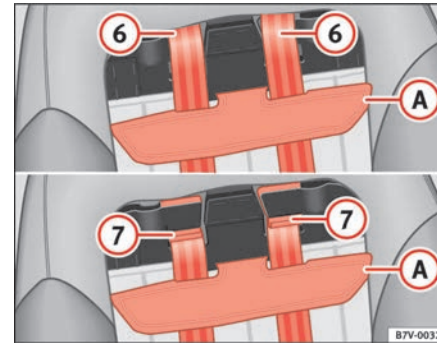

Abb. 36 Integrierter Kindersitz: Verstellung der Hosenträgergurte
- Ziehen Sie die Auflage im oberen Bereich ⇒ Abb. 36 (A) vom Klettverschluss nach vorne ab.
- Für größere Kinder führen Sie die beiden Gurte in den seitlichen Schlitzen in die obere Position (6).
- Schieben Sie anschließend die Auflage (A) unter die Gurte und drücken Sie die Auflage fest ⇒ ⚠.
Die Auflage ⇒ Seite 56, Abb. 36 (A) muss im Bereich des Klettverschlusses so an den Sitz gedrückt werden, dass sich die Gurte in den Schlitzen frei bewegen können. ■